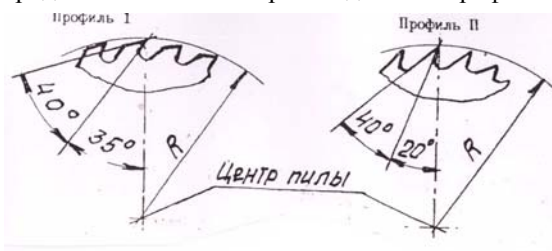
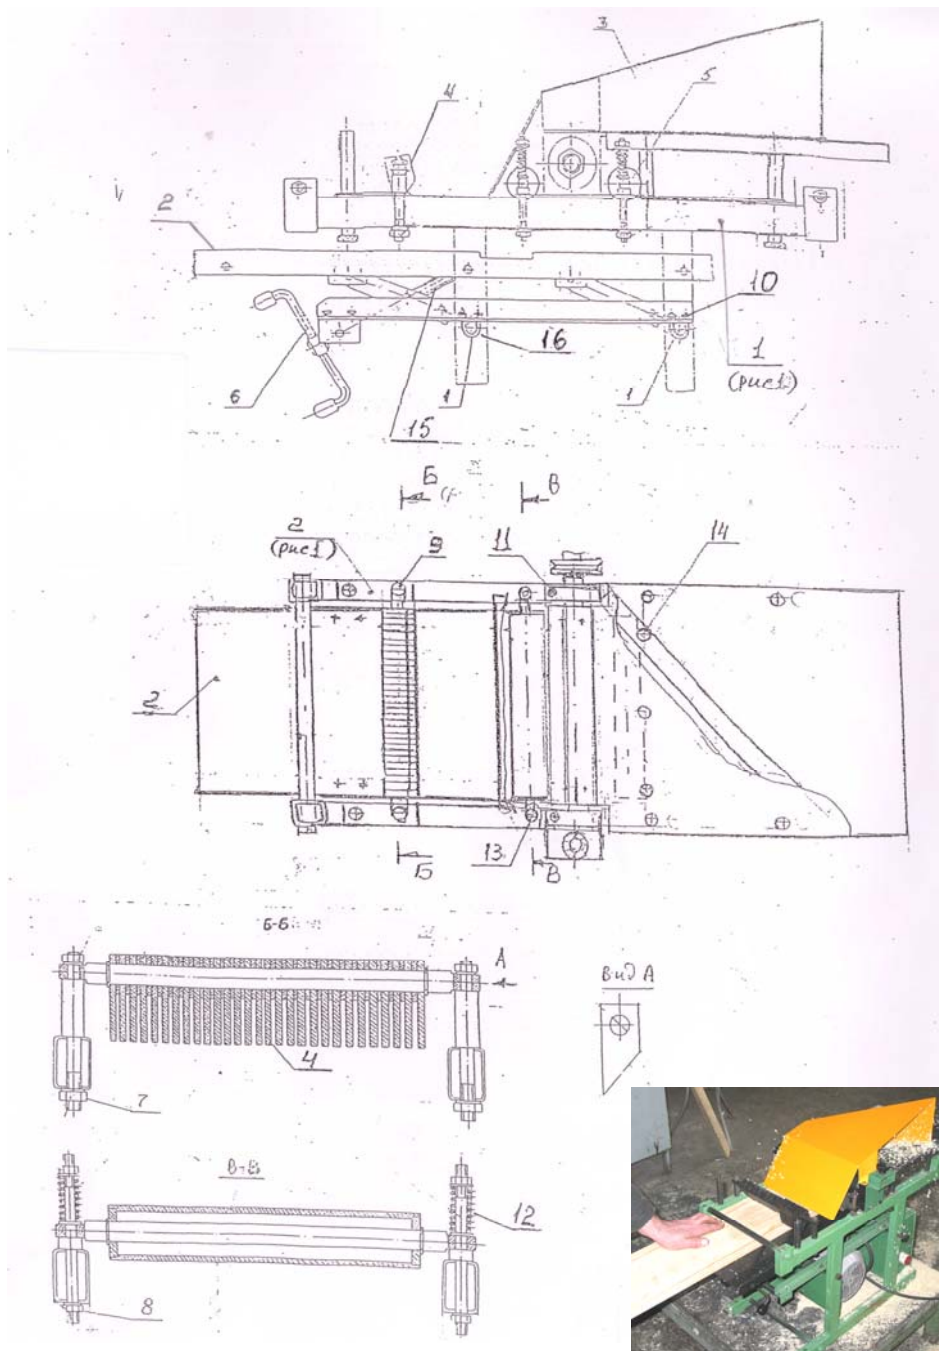
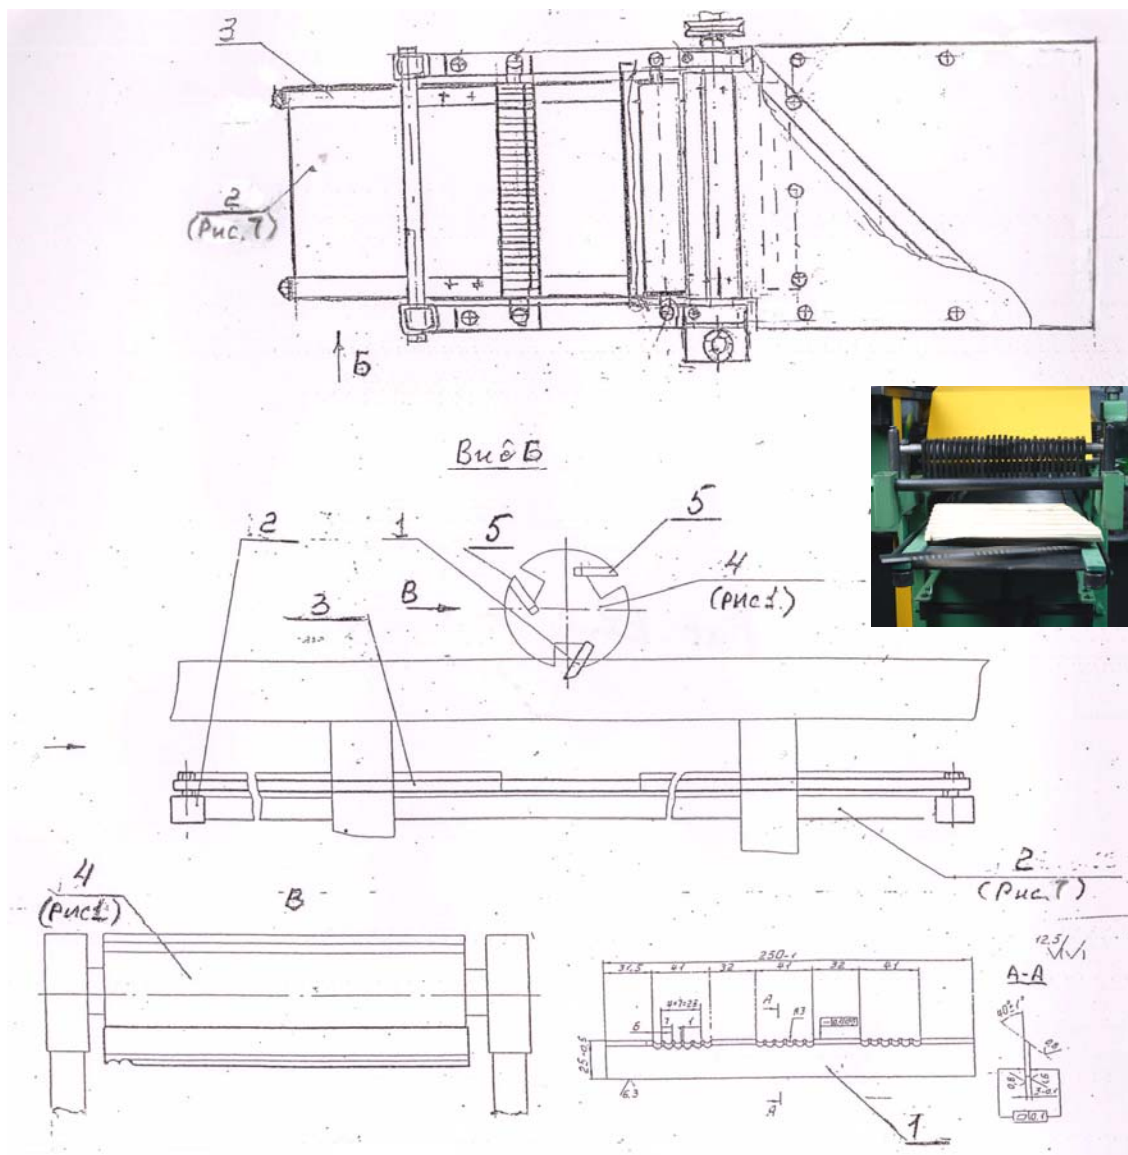

Рис.5
Рис.7
Рис.12
При обработке заготовок длиной до 300 мм, а также в конце фугования необходимо применять толкатель рис. 12.
Заточку пил для продольного пиления производить по профилю 1 или 2 (рис.5)
- Порядок установки приспособления для рейсмусования (калибровки по толщине) рис.7;
- установить когтевую защиту 4 рис.5 и два подпружиненных прижимных ролика 5 рис.7, закрепив их на боковинах рамы станка 1 и 2 рис.1 соответственно с помощью двух шпилек 9 с гайками 7 и четырех шпилек 13 ( с пружинами на них 12) с гайками 8 рис.7;
- установить приспособление для рейсмусования ( рейсмусовый стол 2 с регулировочным винтом 15 рис. 7) между двух боковин рамы станка 1 и 2 рис 1 на четыре стяжки 1 рис.7, а затем закрепить приспособление для рейсмусования (стол 2 с винтом 15 рис.7) с помощью четырех скоб 16 с восемью гайками 10 рис. 7 ;
- установить ограждение 3 рис.5 и закрепить его к боковине рамы станка 2 рис.1 с помощью винта 11 рис.7, боковине рама станка 1 рис. 1 с помощью винта 13 рис.7 а также к подающему фуговальному столу 5 рис.1 с помощью винта 14 рис.7;
Регулировка рейсмусового стола по высоте обрабатываемой заготовки осуществляется регулировочным винтом 15 с ручьятойкой 6 рис.7. При вращении против часовой стрелки стол поднимается
Рейсмусование производится по направлению слоя и сучков древесины путем равномерной подачи заготовки , «зажатой» между рейсмусовым столом 2 и двумя подпружиненными роликами 5 рис.7 ;
Операция фасонное строгание (рис.12) выполняется на рейсмусовом столе следующим образом:
- установить в строгальном валу 4 рис.1) один нож с фигурной заточкой 1 рис.12, а остальные два ножа 5 рис.12 осадить до совпадения их режущих кромок с наружной поверхностью строгального вала 4 рис.1 (не снимая ножи для устранения дисбаланса). Порядок установки ножей см. выше в п.9.1 «ФУГОВАНИЕ» ;
- установить на рейсмусовом столе 2 рис.7 одну или две направляющие 3 рис 12 ( с двумя шпильками на концах), зафиксировав их на рейсмусовом столе двумя гайками с рифлеными головками 2 рис.12;